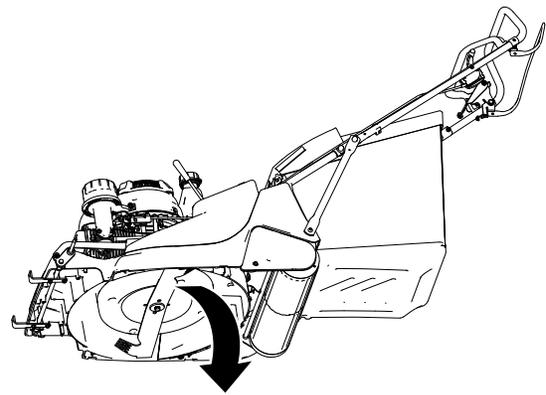

**Bild 8**
1. Richten Sie die Löcher der unteren Bürstenhalterungen mit den Löchern in der Groomer-Bürstenhalterung des Mähwerks aus, wie dargestellt in Bild 8.
2. Befestigen Sie die untere Bürstenhalterung mit zwei selbstschneidenden Bundkopfschrauben (6 x 20 mm) an der Halterung der Groomer-Bürste (Bild 8).